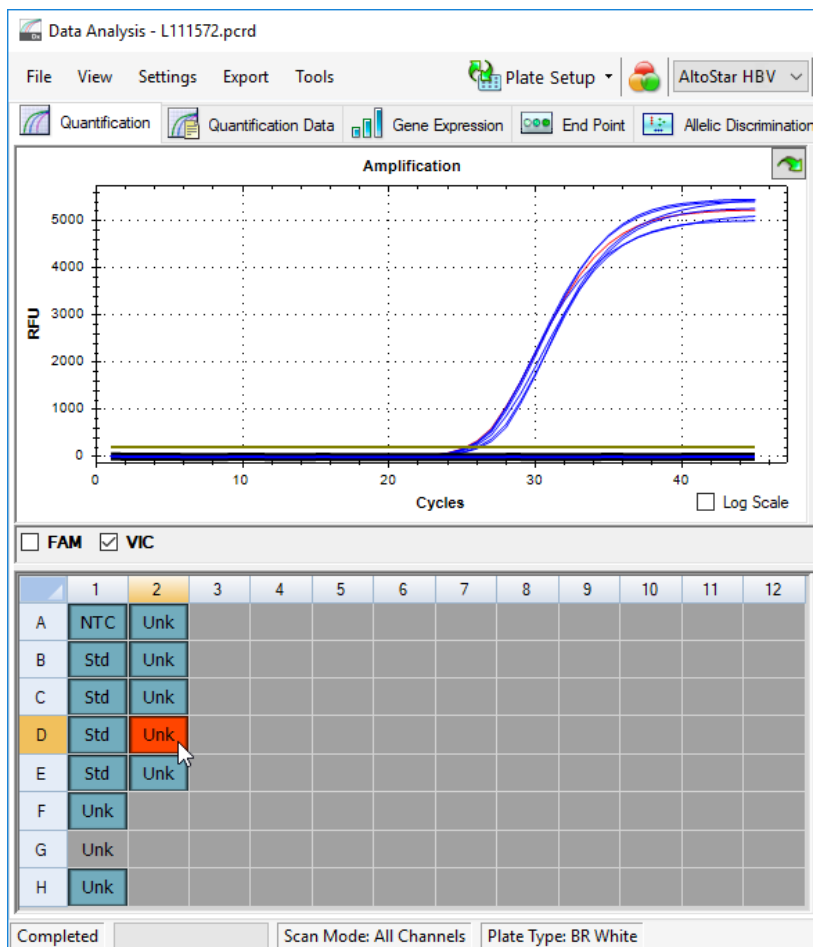
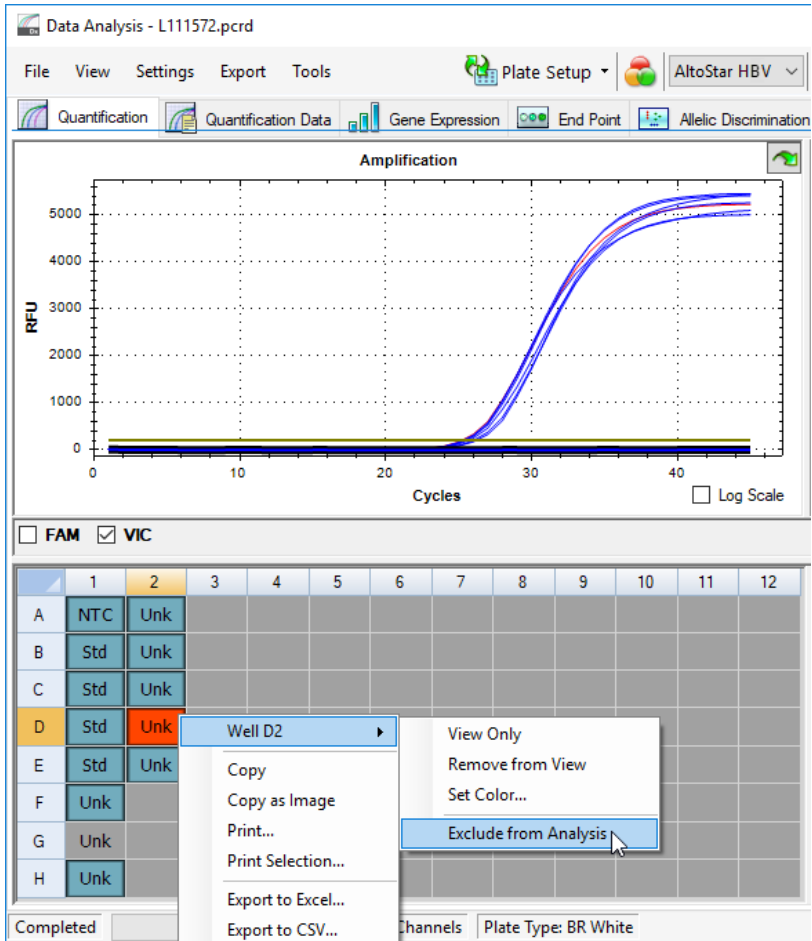

Figura 40: Ventana Data Analysis (análisis de datos): pocillo no válido
Figura 41: Ventana Data Analysis (análisis de datos): exclusión de un pocillo no válido del análisis
3. Haga clic en cada pocillo que contenga datos no válidos conforme a los capítulos que van desde el 10.21.4.1 Validez de una serie PCR de diagnóstico hasta el 10.21.4.2 Validez de los resultados para una muestra con el botón derecho del ratón y seleccione **Well...** → **Exclude from Analysis** (pocillo... → excluir del análisis) (consulte la Figura 40 y la Figura 41).